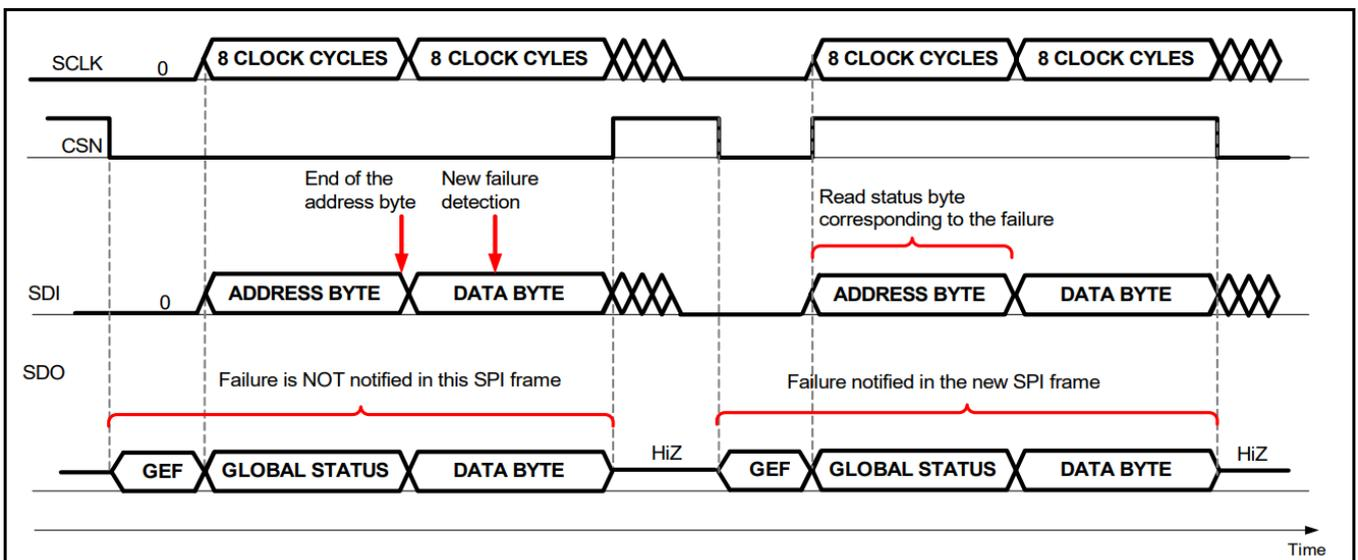

图 23 数据字节传输过程中状态寄存器变化 - 独立从机配置示例
如果在传输数据字节之后 (即最后一个地址字节结束到 CSN 上升沿之间) 发生故障, 该故障会在下一个 SPI 帧中报告 (参见图 23中的示例)。
- 当前SPI帧的数据字节报告。参见图23。